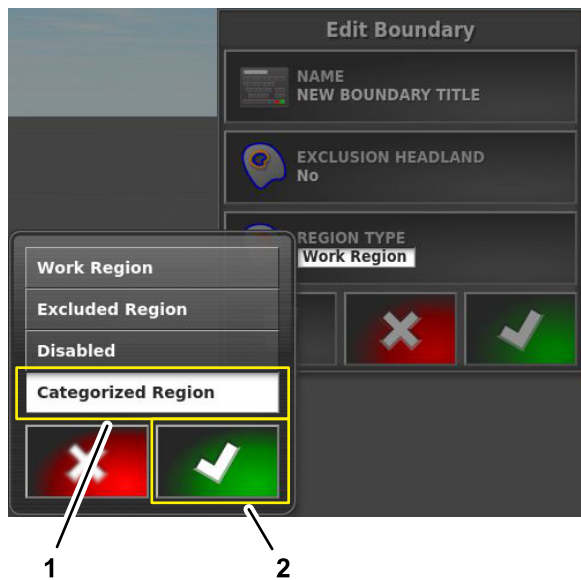

Figura 64
- 2. En el cuadro de diálogo Tipo de región, pulse el icono REGIÓN CATEGORIZADA, y pulse el icono Confirmar (Figura 64).